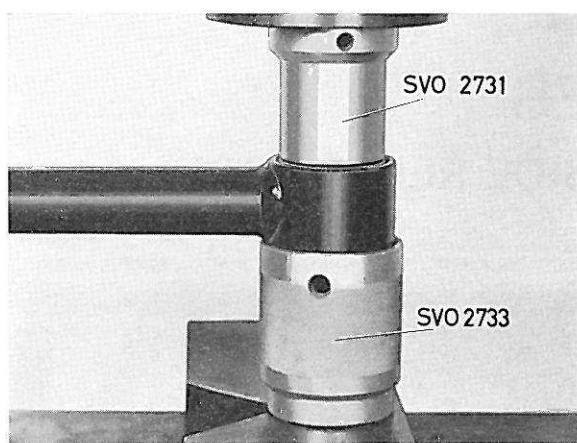
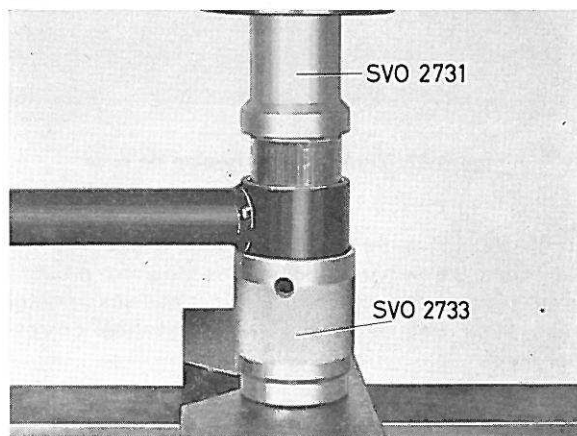

Figure 16. Démontage de la grande bague de la barre stabilisatrice
Figure 17. Montage de la grande bague de la barre stabilisatrice
5. Extraire la grande bague en se servant du mandrin 2731 et de l'outil d'appui 2733 (figure 16). Lors de la mise en place de la bague neuve, retourner le mandrin 2731 (figure 17).